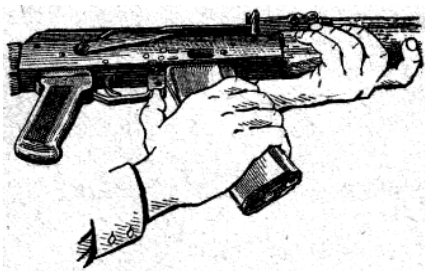

Рис. 9. Отделение магазина
7) **Отделить затворную раму с затвором.** Продолжая удерживать автомат (пулемет) левой рукой, правой отвести затворную раму назад до отказа, приподнять ее вместе с затвором (рис. 9) и отделить от ствольной коробки.